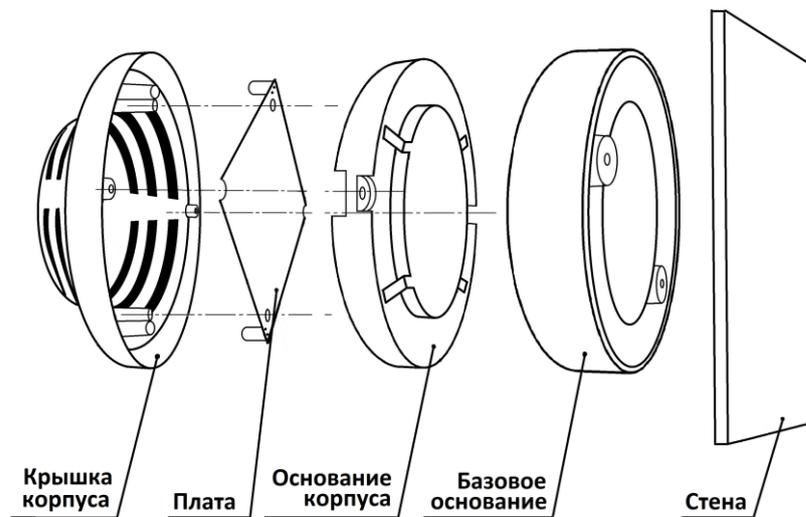

Рисунок 3 - Последовательность демонтажа сигнализатора в пластиковом корпусе
- б) отсоединить аккуратно основание корпуса от крышки (см. рисунок 3), стараясь не повредить провода, соединяющие основание корпуса с платой, зафиксированной на крышке;